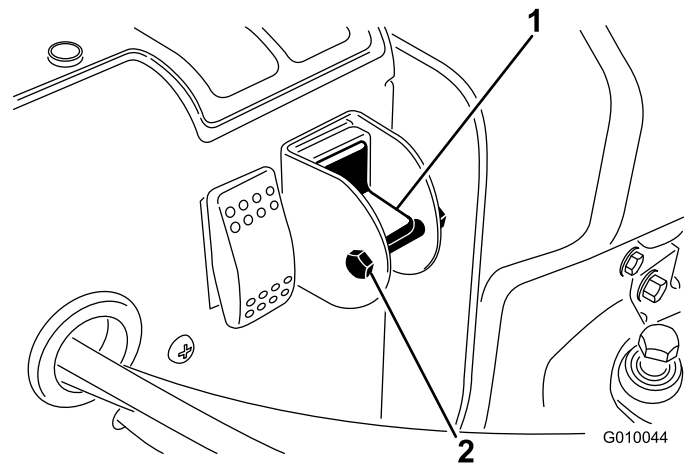

Figura 29
3. Retire el tornillo de caperuza y la tuerca que bloquean el interruptor de selección (Figura 29).